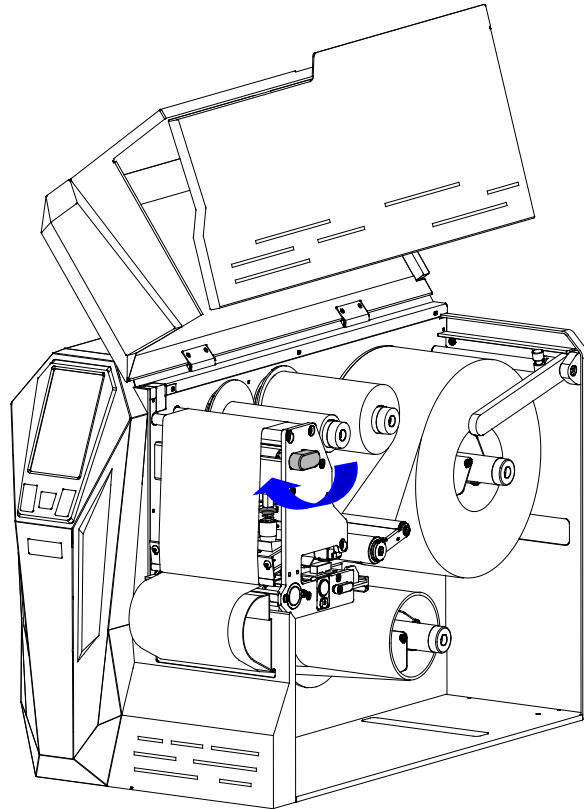

图 2-38 压下打印头
10. 沿 CLOSE 方向转动手柄，压下打印头。如图 2-38 所示。